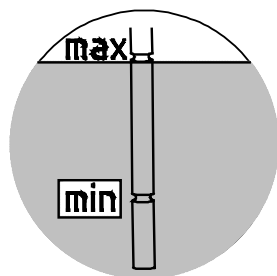

Figura 27: Comprobar el nivel de aceite con la varilla de nivel.
4. **Reductor con depósito de expansión de aceite:** El nivel del aceite debe comprobarse con la varilla de nivel (rosca G1¼) en el depósito de expansión de aceite. El nivel del aceite debe estar entre la marca inferior y la superior con la varilla de nivel totalmente enroscada (véase Figura 27). Si es necesario, el nivel de aceite deberá corregirse con el tipo de aceite adecuado. Estos reductores solo pueden funcionar en la posición de montaje indicada en el capítulo 7.1 "Modos de construcción y mantenimiento".